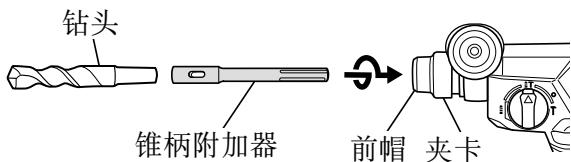
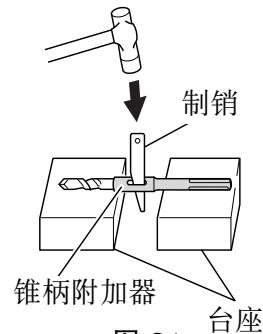

图 30
图 31
- (1) 把锥柄附加器安装在电动锤钻上。(图 30)
- (2) 把钻头 (锤柄) 安装在锤柄附加器上。(图 30)
- (3) 接通开关，按预定深度钻开一个孔口。
- (4) 拆卸钻头时，可将制销插入锥柄附加器的缝隙，把钻头放在台座上，用锥子敲打制销头部。(图 31)